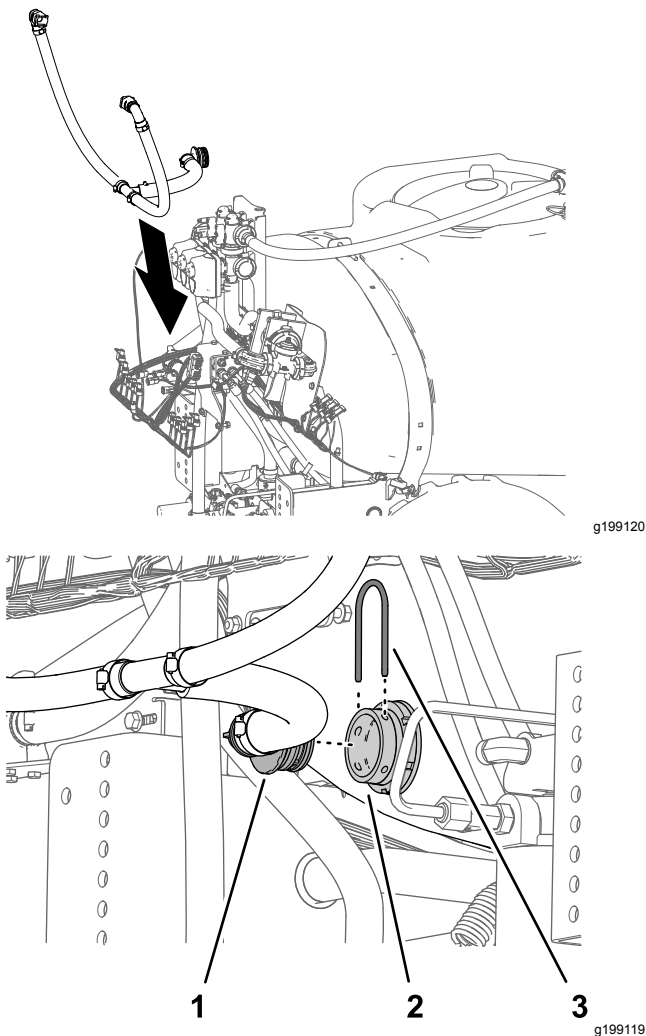

Bild 94
1. Fluchten Sie den Überlaufschlauch mit dem Sprühbehälter aus (Bild 94).